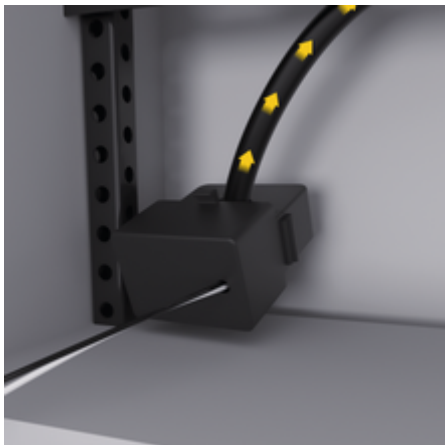

Fig. 39: Ejemplo de montaje del transformador de corriente
- ▶ Inserte el conducto de instalación en el transformador de corriente y cierre la tapa del transformador ((Fig. 39), flecha amarilla).